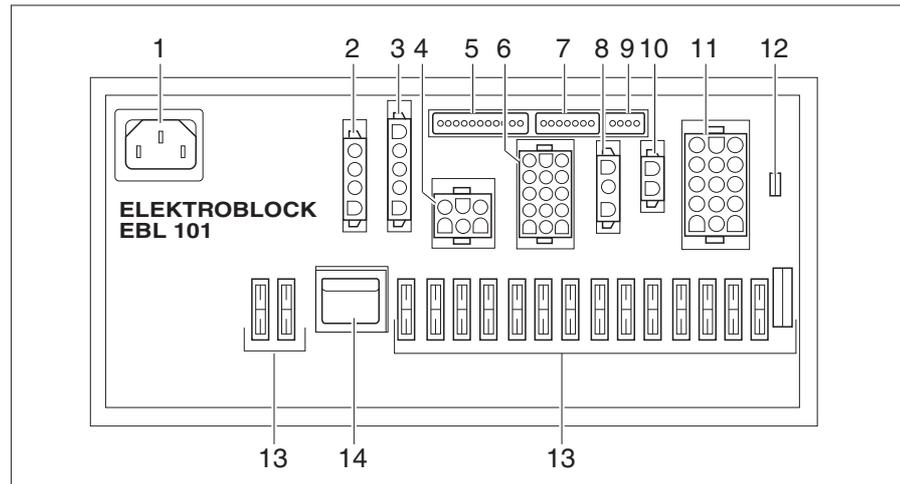

Bild 180 Elektroblock (EBL 101)
**Einbauort** Je nach Modell ist der Elektroblock (Bild 180) in der Sitzkonsole unter dem Fahrersitz oder unter dem Beifahrersitz eingebaut.